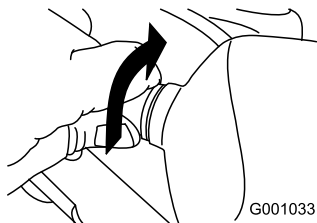

Figura53
2. Rotiți baza becului în sens invers acelor de ceasornic până când acesta se oprește (Figura53).